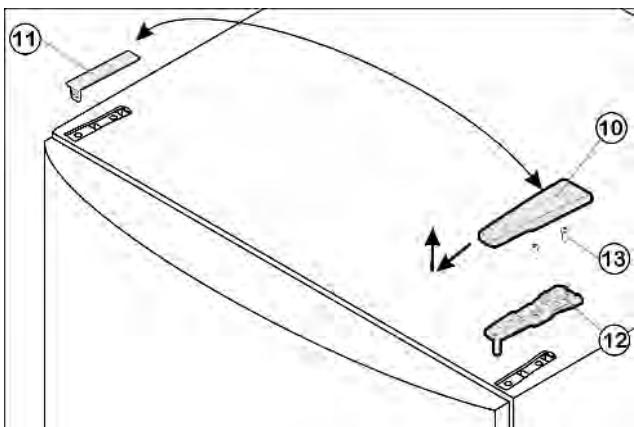

Fig. 4
- Потяните крышку Fig. 4 (10) вперед и вверх.
- Снимите крышку Fig. 4 (11).
- Открутите верхний опорный кронштейн Fig. 4 (12)(2 шт. Torx® 25) Fig. 4 (13) и вытяните вверх.
- Установите верхний опорный кронштейн Fig. 4 (12) на новой стороне шарнира и защелкните в дверце.
- Прикрутите верхний опорный кронштейн Fig. 4 (12)(**с моментом 4 Нм**)(2 шт. Torx® 25) Fig. 4 (13). При необходимости проделайте отверстия или используйте аккумуляторную отвертку.
- Защёлкните крышку Fig. 4 (10) и крышку Fig. 4 (11) на противоположной стороне.